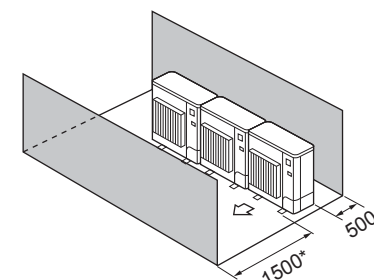

Fig. 2-11
- ④ Hindringer kun foran og bak (fig. 2-11)